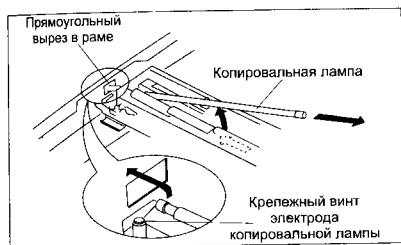

Рис. 5
- вынимают КЛ через прямоугольный вырез передней части рамы, перемещая лампу в направлении стрелок (рис. 5).